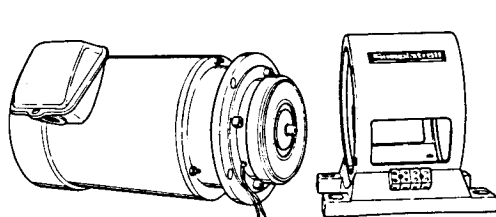

図21
(20) ロータ②を交換するとき、リード線③①を端子台よりはずす。
(21) 六角穴付きボルト③⑤をはずし、入力軸側一体部分を(126形はモータ側二体部分)をハウジングより分離する。(図21)